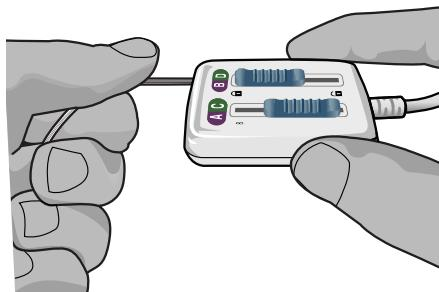

Abbildung 6: Fixieren der DBS-Elektrode im Stecker des Operationssaalkabels 2x8
6. Das Ende der DBS-Elektrode bis zum Anschlag in den Anschluss schieben. Die DBS-Elektrode beim Verschieben des Arretierhebels in die geschlossene (🔒) Position festhalten (Abbildung 6).